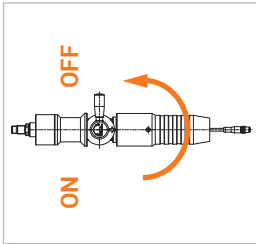

Figure 8
- ▶ Tournez le levier de commande (pos. 3) du nozzle de ravitaillement de 180° en position OFF (Figure 8).